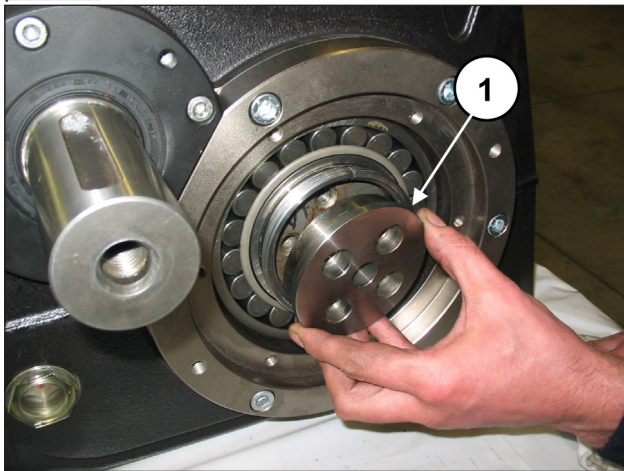

Fig. 78
Insira a flange de bloqueio da bússola no interior das bússolas cônicas (pos. ①, Fig. 78).